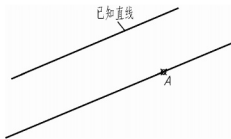

图 3-6 使用【构造线】绘制平行线的过程
- (4) 【偏移(O)】: 该选项等同于【偏移】命令, 可绘制平行线。如图 3-6 所示为绘制距离已知直线 15 的平行线。